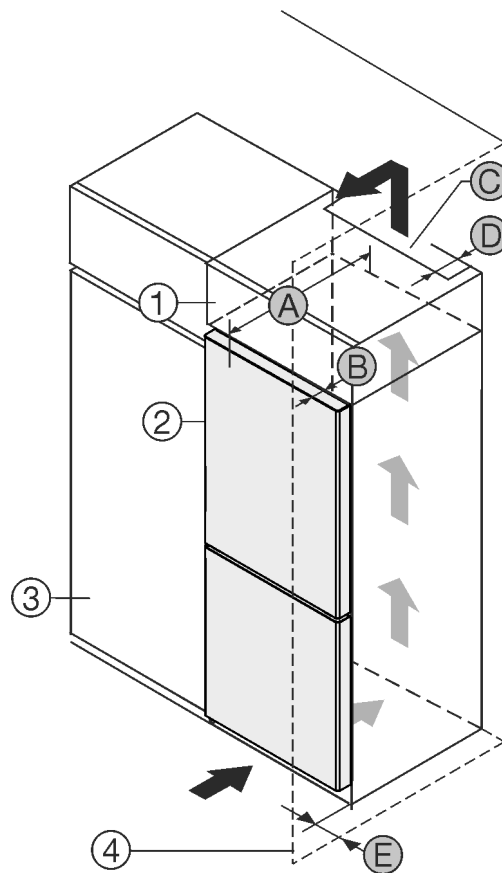

Fig. 1
- (1) Överskåp \*
- (2) Apparat \*
- (3) Köksskåp \*
- (4) Vägg \*
- (A) Apparatens djup \*
- (B) Dörrens djup \*
- (C) Ventilationsarea \*
- (D) Avstånd, skåpets baksida \*
- (E) Avstånd, skåpets sida \*
Du kan ställa apparaten direkt bredvid köksskåpet Fig. 1 (3).
Bakom överskåpet måste det finnas en luftspalt med djupet Fig. 1 (D) längs hela överskåpets bredd.\*
Under taket måste angiven ventilationsprofil Fig. 1 (C) följas.\*
Om du placerar apparaten med gångjärnen bredvid en vägg Fig. 1 (4) måste avståndet mellan apparaten och väggen vara minst 13 mm.\*
Om du placerar apparaten med gångjärnen bredvid en vägg *Fig. 1 (4)* måste avståndet mellan apparaten och väggen vara minst 20 mm.\*
För att dörren ska kunna öppnas helt måste apparaten sticka ut från köksskåpets front med samma mått som dörrens djup *Fig. 1 (B)*. Beroende på köksskåpens *Fig. 1 (3)* djup och om väggavståndshållare används kan skåpet skjuta ut ännu mer.\*